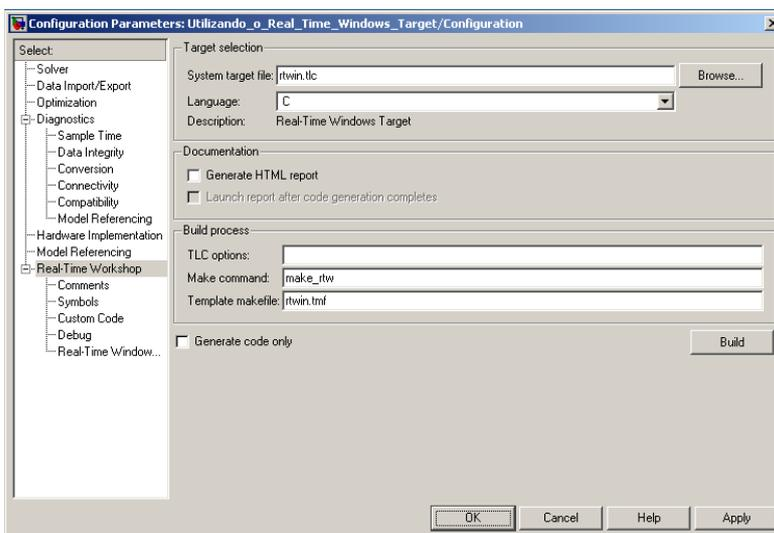

Figura 2.6: Janela para escolha do Real-Time Windows Target.
- No menu **Tools**, escolher a opção **Real-Time Windows Target** -> **Options**. Será então aberta uma janela idêntica à mostrada na figura 2.6 com as opções **Solver**, **Workspace I/O**, **Diagnostics** e **Real-Time Workshop**.
Ao final desses passos, a janela deve tornar-se igual à da figura 2.6.